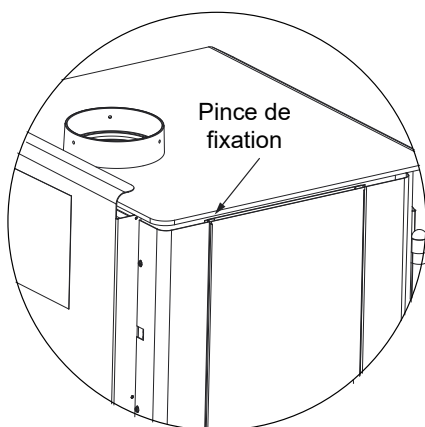

Figure 24.3
Les appareils sont expédiés avec une pince pour le panneau latéral complet, de chaque côté. Retirez et jetez les goupilles avant l'utilisation (**Figures 24.3**).
2. Retirez le cadre des tuiles du côté de l'appareil en le soulevant et le retirant de l'appareil (**La figure 24.3 présente le retrait du panneau latéral complet**).